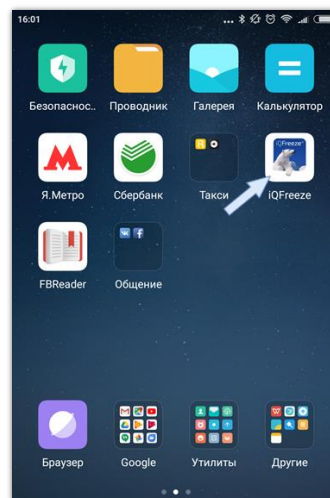

Рис. 1
- На рабочем столе мобильного устройства появится иконка (см. рис. 1)
- Запустите приложение iQFreeze Mobile (см. рис. 1)